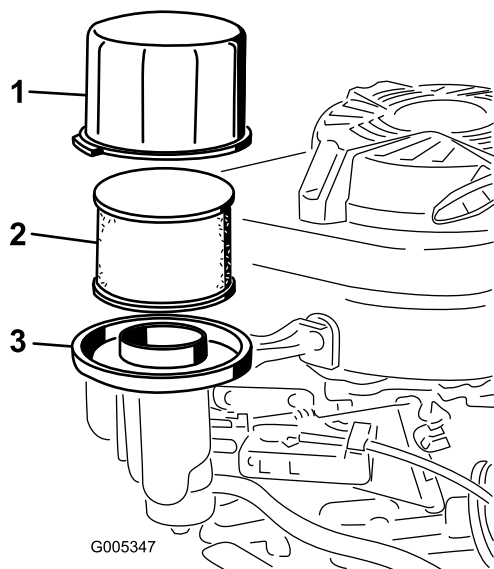

Bild 21
3. Entfernen Sie die Abdeckung und reinigen Sie sie gründlich (Bild 21).
4. Nehmen Sie den Papierluftfilter ab, prüfen Sie ihn (Bild 21) und werfen Sie ihn weg, wenn er zu stark verschmutzt ist.
5. Entfernen Sie den Schaumvorfilter und waschen Sie ihn in milder Seifenlauge. Tupfen Sie ihn dann trocken (Bild 21).